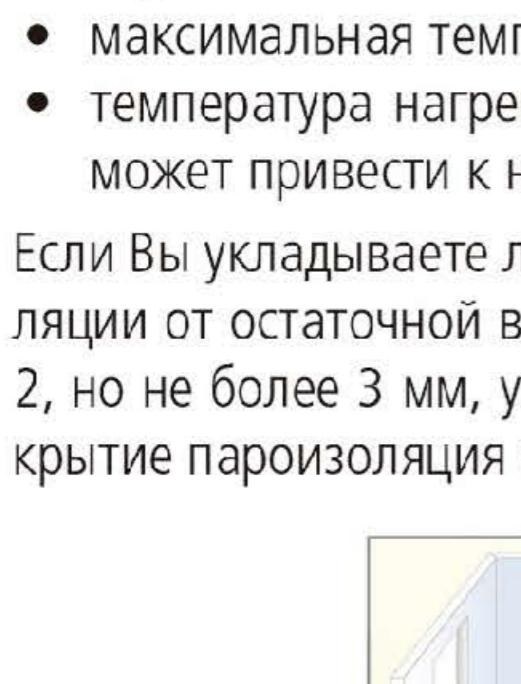

Рисунок 1
- Для укладки ламината Вам потребуются: молоток, бруск для подбивания ламината, ножовка по дереву или электролобзик, струбцина для монтажа последних панелей ламината, распорные клинья для обеспечения зазоров у стен, линейка и карандаш, полиэтиленовая пленка (необходима в случае укладки ламината на бетонные полы в качестве пароизоляции), подложка толщиной 2 мм (см. рис. 1).